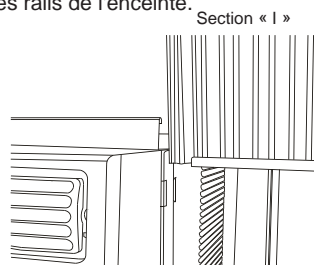

Fig. 2
B. Glissez directement la section « I » de l'extrémité libre du panneau dans l'enceinte, comme démontré à la fig. 2. Glissez le panneau vers le bas. Assurez-vous avoir l'espace suffisant pour glisser le dessus et le bas du cadre sur les rails de l'enceinte.